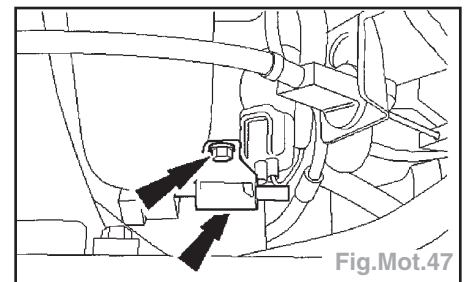

Fig.Mot.47
- Déposer la commande IMRC (Fig.Mot.47).